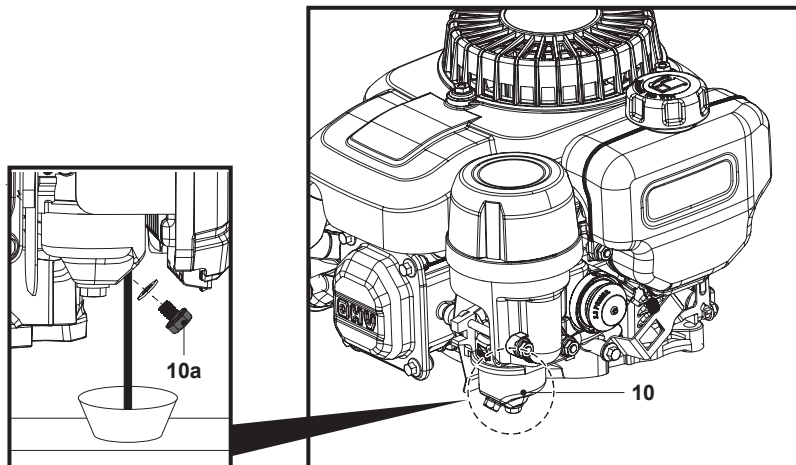

Fig. 23
3. Desfă șurubul de scurgere a combustibilului (10a) și lasă combustibilul să curgă în recipient (Fig. 23).